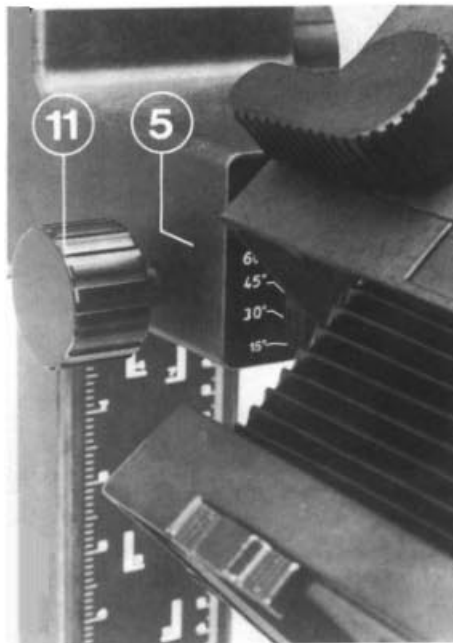

Bild 22
Zum Schwenken des Gerätekopfes (8) wird die Feststellschraube (11) gelöst und nach dem Drehen des Kopfes wieder fest angezogen. Bei gedrehtem Kopf werden auf der Stirnseite des Haltearmes (5) Markierungen sichtbar, die den Neigungswinkel gegen die Waagerechte angeben (Bild 22).